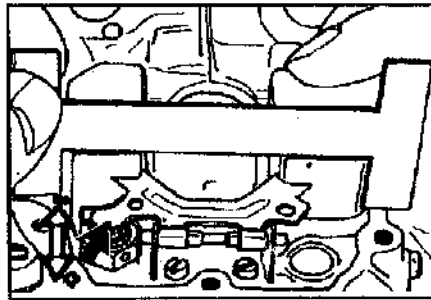

Рис.8 Регулировка уровня топлива.
- г) Замерить расстояние от самой высокой точки выступа поплавка (Рис.8).